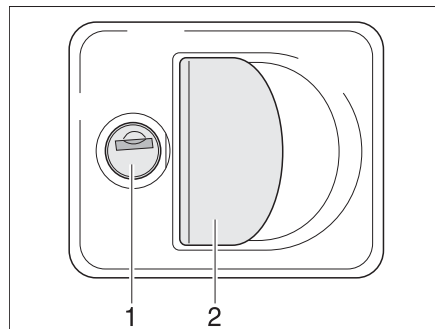

Bild 51 Klappenschloss mit Griffschale
- Schlüssel in Schließzylinder (Bild 51,1) stecken und eine viertel Umdrehung drehen. Das Klappenschloss ist entriegelt.
- Am Schlossgriff (Bild 51,2) ziehen. Die Außenklappe ist geöffnet.